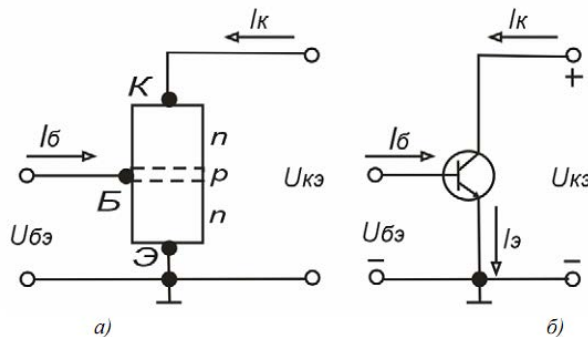

Рис.3. Транзистор типа п-р-п: а) - структура; б) - условное обозначение
8. По данным таблицы 3 построить механические $n = f(M)$ и электромеханические $\Pi = f(I_{\text{я}})$ характеристики (примерный вид характеристики показан рис.3).
Принцип действия транзистора, включенного по схеме с общим эмиттером, показан на рис. 3.
Структура транзистора типа п-р-п, включенного по схеме ОЭ (рис.3, а). Условное обозначение такого транзистора приведено на рис. 3. б. Для удобства отсчета потенциалов эмиттер транзистора заземлим. Входным электродом транзистора является база р-типа, выходным - коллектор п-типа. В соответствии с изложенным ранее между базой и